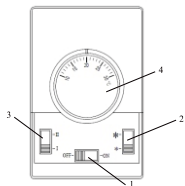

Рис. 1. Пульт управления
5.3 Управление завесой осуществляется с выносного пульта управления (см. Рис.1). Пульт управления позволяет поддерживать необходимую температуру воздуха вблизи проема и регулировать тепловую мощность завесы.
- установочные и габаритные размеры завесы представлены рис.1 Приложения;